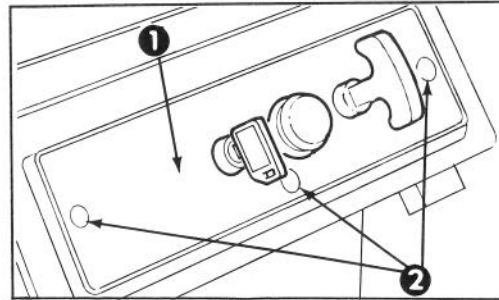

Abb. 15
### AUSWECHSELN DER ZÜNDKERZE — (Abb. 15, 16 und 17)
1. **ARMATURENBRETT ENTFERNEN** (Abb. 15) — Die drei Kopfschrauben entfernen, mit denen das Armaturenbrett am Gehäuse befestigt ist. Den Zündschlüssel entfernen und das Brett abheben, wobei es vom Rücklaufstarter hängt.